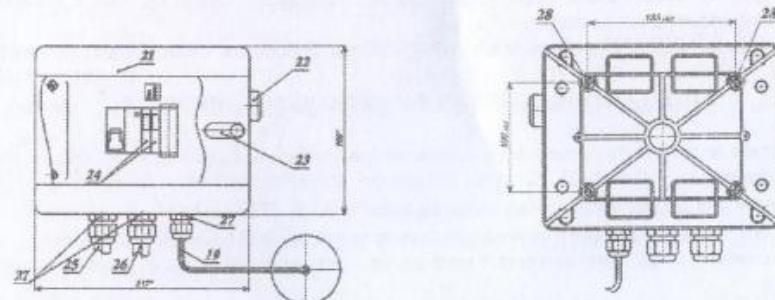
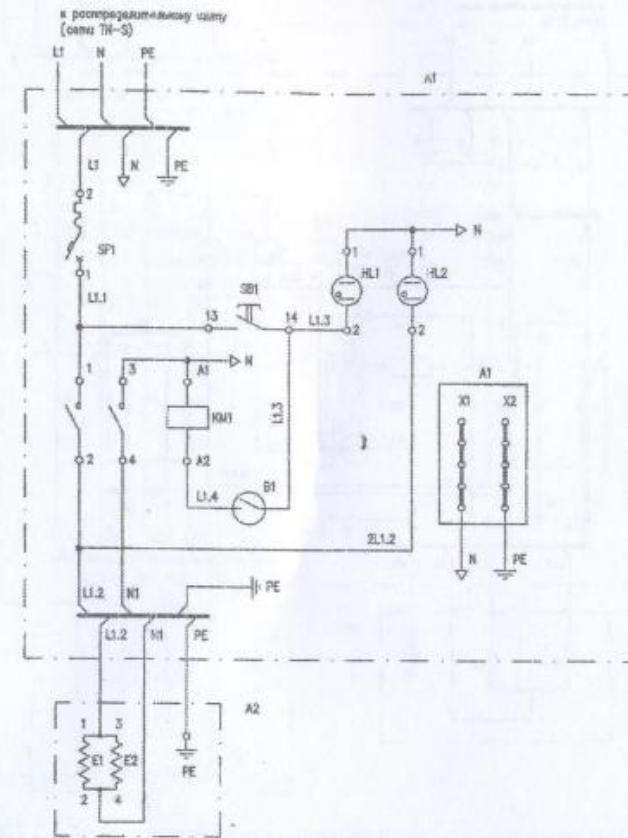

Рисунок 1. Аквадистилляторы электрические ДЭ-М
Рисунок 2.3. Схема электрическая принципиальная, аквадистиллятор ДЭ-4М.
4.1. Принцип действия аквадистиллятора основан на конденсации отсепарированного пара. Основными частями изделия являются: испаритель 9 с сепараторами 10, конденсатор 8, электронагреватели 11, уравнитель 17, датчик 7 с выключателем бесконтактным 6, основание 15 и электрощит 21 (рис.1). В испарителе вода нагревается электронагревателями до кипения. Образующийся пар поступает через сепараторы в конденсатор, конденсируясь, выпадает в виде дистиллята через ниппель 1. Водопроводная вода непрерывно подается через штуцер 12 в конденсатор и по трубке 5 через уравнитель поступает в испаритель. Испаритель заполняется водой до установленного уровня, при заполнении испарителя водой выключатель бесконтактный включит ТЭНы. По мере выкипания воды будет поступать в испаритель частично, основная же ее часть через отвод 14 будет спускаться в канализацию.
- включение аппарата без установленного датчика 7 (см. рис.1)
6.12.1. ДЭ-25М: подключите электрощит 21 к сети 380В переменного тока, через автоматический выключатель, с помощью сетевого кабеля 25 (фазные проводники L1 L2 L3) (см. рис.1), желто-зеленая жила подключается к заземляющему проводнику (PE), а голубая нулевая жила подключается к нулевому рабочему проводнику (N).
6.12.2. ДЭ-10М: подключите электрощит 21 к сети 380В переменного тока, через автоматический выключатель, с помощью сетевого кабеля 25 (фазные проводники L1 L3) (см. рис.1), желто-зеленая жила подключается к заземляющему проводнику (PE), а голубая нулевая жила подключается к нулевому рабочему проводнику (N).
6.12.3. ДЭ-4М: подключите электрощит 21 к сети 220 В переменного тока, через автоматический выключатель, с помощью сетевого кабеля 25 (см. рис.1) Жила A - подключается к нулевому проводу, жила B - подключается к фазному проводу (определяется прозвонкой или по цвету жил), желто-зеленая жила подключается к земле (см. рис.2.3).
6.13.2. ДЭ-10М: подсоедините фазные жилы подводящего провода 26 от электрощита к зажимам 2, 4, нулевую жилу (голубого цвета) к зажиму перемычки 1-3, а земляную жилу (желто/зеленого цвета) к зажиму «земля» (рис.1; 2.2 и таблицы 3.2.).
6.14. Снимите с датчика 7, подсоединеного к электрощиту, крышку и проверьте ход поплавка на выключателе бесконтактном 6. Установите крышку на датчик 7. Установите датчик 7 на аквадистиллятор. (см. рис.1).